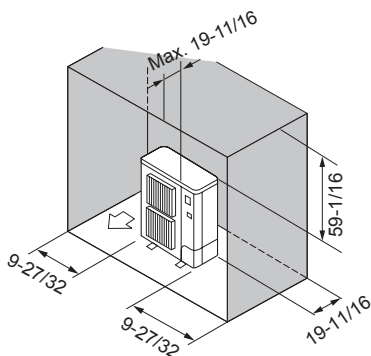

Fig. 2-11
- ⑥ Obstacles à l'arrière, sur les côtés et au-dessus (Fig. 2-11)